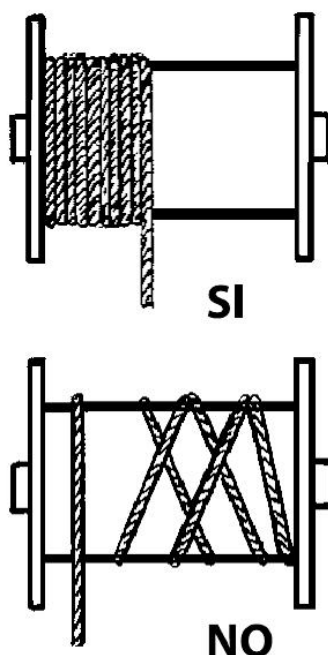

FIG. 5 — Enroulement du câble sur le tambour : correct et incorrect
- 7) Pendant l'utilisation, assurez-vous en permanence que le câble s'enroule correctement sur le tambour, spire contre spire, sans relâchement ni chevauchement. Si ce n'est pas le cas, déroulez le câble et rembobinez-le correctement en le maintenant toujours sous tension (Fig. 5).